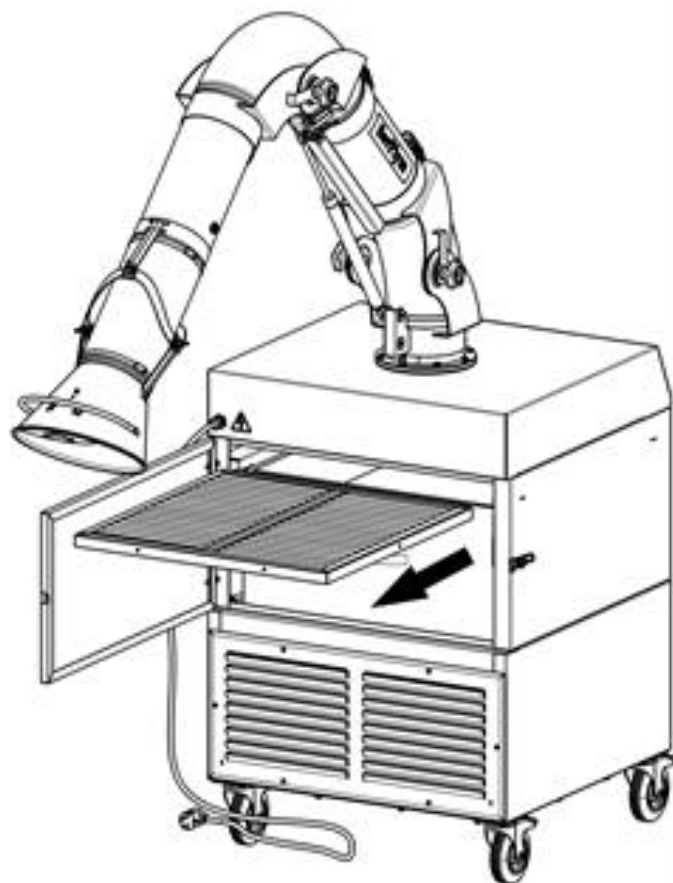

Рисунок 6
- 2) извлечь префильтр из фильтровальной камеры (рисунок 6);